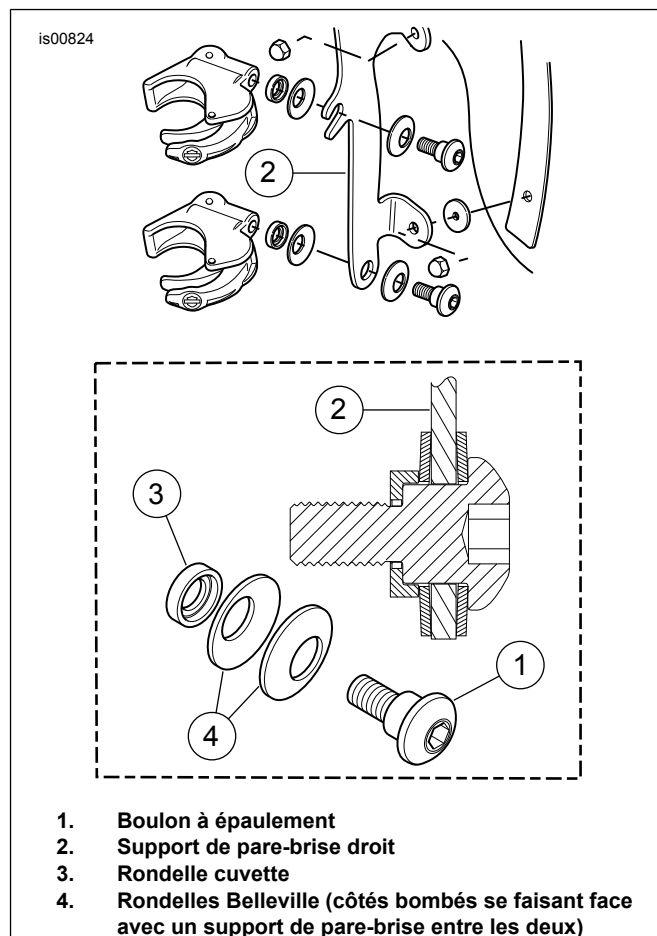

Figure 11. Bride de montage du pare-brise
3. Voir Figure 11 . Assembler les brides et les piles de visserie.